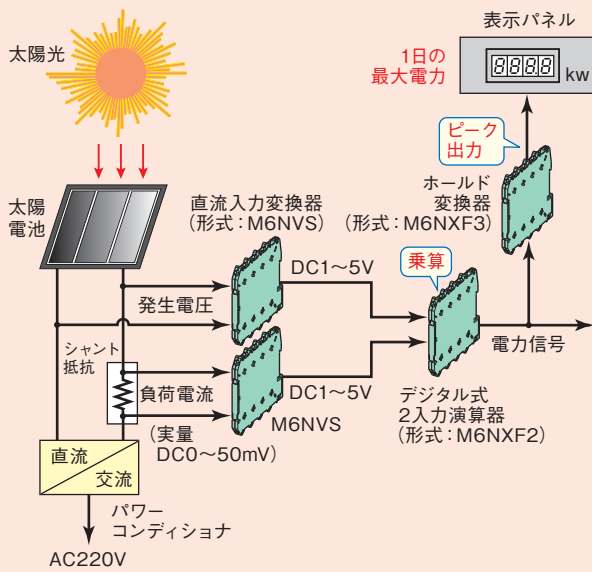

図1
**A** 直流入力変換器（形式：M6NVS）2台とデジタル式2入力演算器（形式：M6NXF2）およびホールド変換器（形式：M6NXF3）各1台を組み合わせることでご使用いただければ、ご希望の機能を実現できます（図1）。測定したい発生電圧はM6NVSを介してDC1~5V信号にして出力し、測定したい消費電流はシャント抵抗を使って電圧に変換したのち、M6NVSに取り込み同じくDC1~5V信号にして出力します。両出力をM6NXF2によって乗算することで電力値が得られます。電力値をDC1~5VあるいはDC4~20mA信号にて出力し、それをM6NXF3